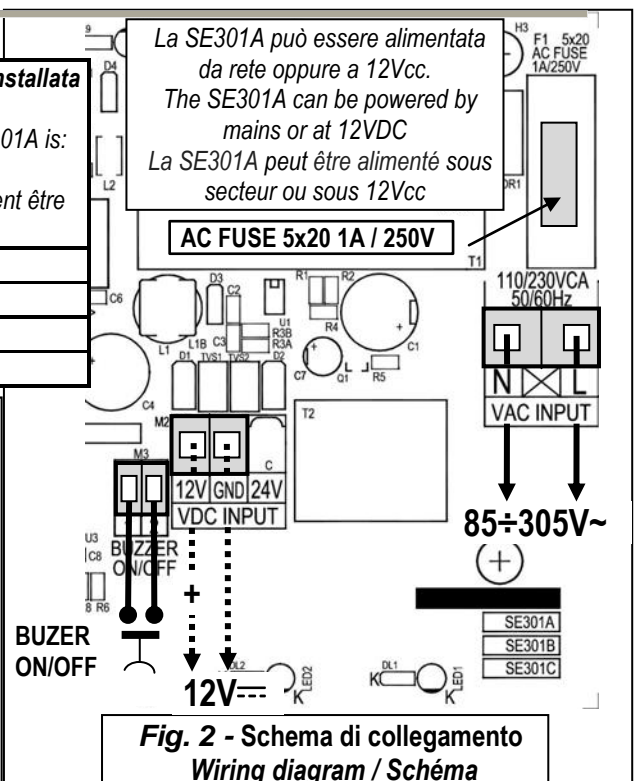

Fig. 2 - Schema di collegamento
**Collegamenti elettrici (fig. 2):** I morsetti sono ad innesto, è necessario sfilarli per effettuare i collegamenti. Prestare attenzione nel reinserirli dato che sono polarizzati.
**Electrical connections (Fig. 2):** The terminals are plug-in type, it is necessary to extract them to make the connection. Pay attention when you insert them again, being polarized
**Raccordements électriques: (Fig.2):** Les borniers sont de type "brochable", il est nécessaire de les débrocher pour effectuer les connexions. Prêter attention en les réinsérant, étant donné qu'ils sont polarisés.